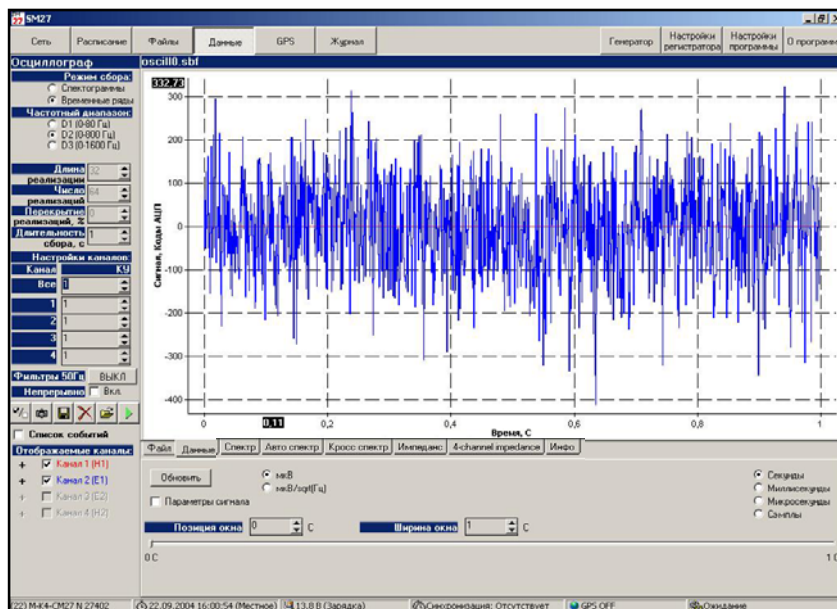

Рисунок 8.8
- Вкладка **Данные** (рисунок 8.8) выводит в графическом виде временной ряд заданного окна. Позиция и ширина окна задаются в нижней части экрана либо плавно, перемещая движок линейки, либо точно заданием цифр;
Для просмотра фрагмента временного ряда (по позиции и ширине окна) войти на вкладку **Данные** (рисунок 8.8);